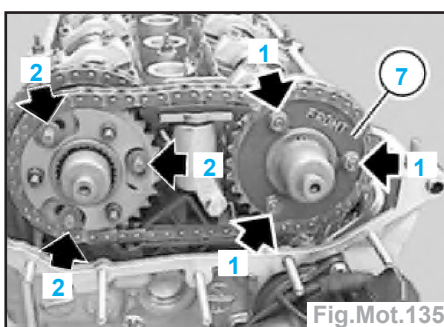

Fig.Mot.135
- Déposer les écrous côté admission (flèches 1) et retirer le disque ondulé (7) (Fig.Mot.135).